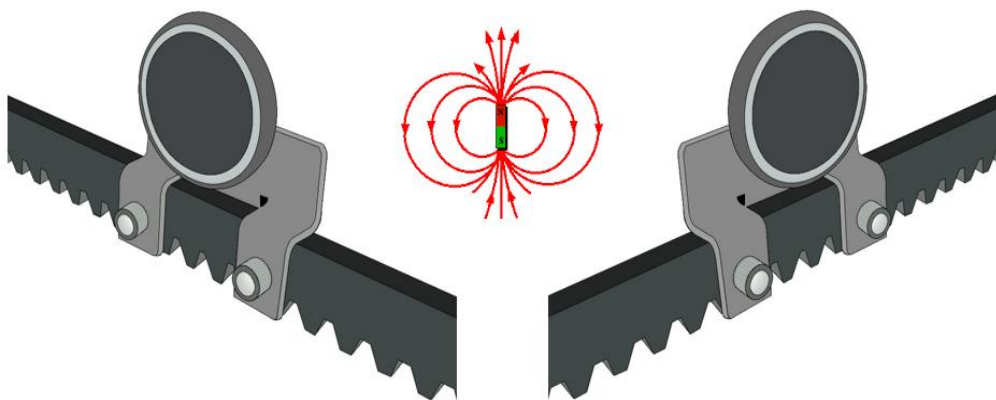

Рис. 6
- Зафиксируйте основание магнита (N) таким образом, чтобы его положение совпадало с осевой шестерней (рис. 6).
- Аналогично установите магнит (S).